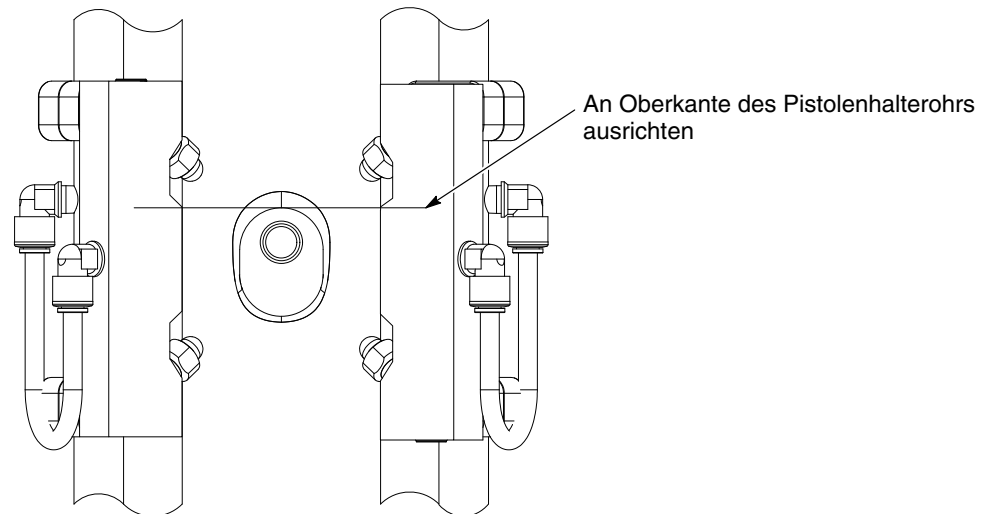

Abbildung 5 Ausrichtung an Oberkante des Pistolenhalterohrs
1. Den Verteilerblock vertikal bewegen, bis die Unterkante der oberen Düse wie in Abbildung 5 dargestellt an der Oberkante des ovalen Pistolenhalterohrs ausgerichtet ist. Vorgang für den zweiten Verteilerblock wiederholen.